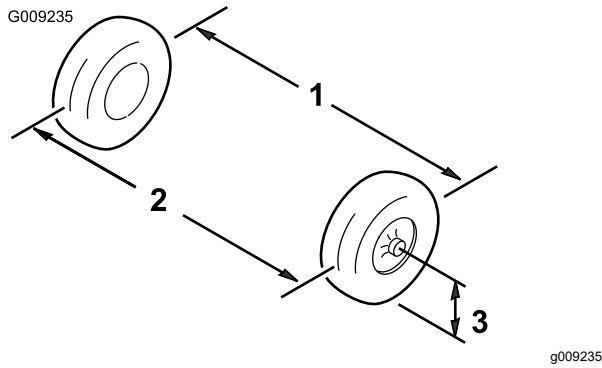

Figure 41
- Mesurez la distance entre les roues avant à hauteur d'essieu, à l'avant et à l'arrière des roues (Figure 41).